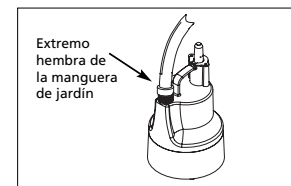

Figura 2
- La bomba ha sido diseñada para conectarla a una manguera estándar de jardín. Atornille el extremo hembra de la manguera de jardín en la descarga macho de la bomba (ver Figura 2).